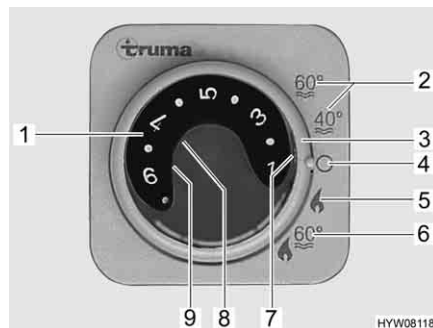

Fig. 159 Centralina di controllo per riscaldamento/boiler
- Impostare la modalità di funzionamento tramite l'interruttore girevole (Fig. 159,3).
A seconda della temperatura ambiente desiderata, il riscaldamento seleziona automaticamente il livello del bruciatore necessario. Al raggiungimento della temperatura ambiente desiderata, il bruciatore si spegne. Durante la modalità di funzionamento "Riscaldamento e boiler" (Fig. 159,6) è riscaldata anche l'acqua nel boiler. Nella modalità di funzionamento "Riscaldamento senza boiler" (Fig. 159,5) è possibile far funzionare il riscaldamento con il boiler vuoto.
- Impostare la manopola della temperatura (Fig. 159,1) sulla centralina di controllo scegliendo la potenza desiderata.
- Posizionare l'interruttore girevole (Fig. 159,3) su funzionamento invernale "Riscaldamento senza boiler" (Fig. 159,5) o "Riscaldamento e boiler" (Fig. 159,6).
Si accende la spia verde di controllo (Fig. 159,7).
- Posizionare l'interruttore girevole (Fig. 159,3) su "O" (Fig. 159,4).
La combinazione funzionamento a gas e funzionamento elettrico a 230 V diminuisce il tempo di riscaldamento del veicolo (è possibile solo se il riscaldamento viene impostato sulla centralina di controllo (Fig. 159) su funzionamento invernale).